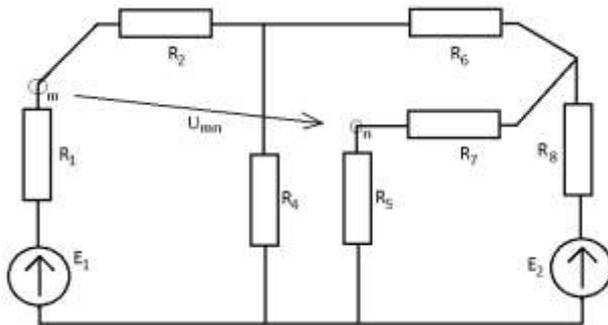

Рис. 134
1.5.1. Ветвь, выбранная для расчета, удаляется из схемы (см. рис.134)